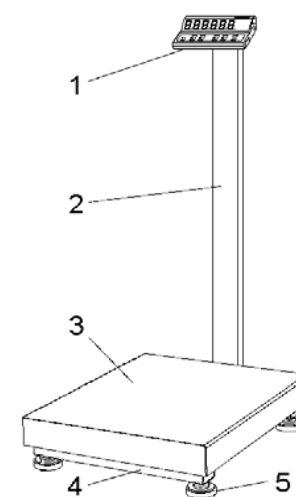

Рис. 1. Весы напольные электронные "Меркурий 330П"
1.3.1 Общий вид весов приведен на рис. 1 и 2.
1.3.2 Модификации весов "Меркурий 330П-60", "Меркурий 330П-150" и "Меркурий 330П-300" состоят из следующих составных частей (в соответствии с рис. 1):